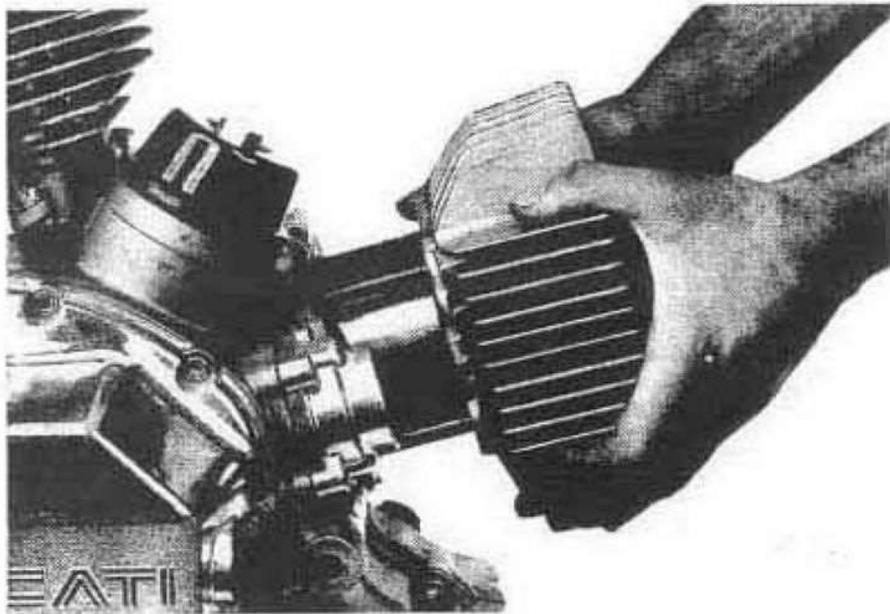

Fig. 6
**Nota** - Fare attenzione a non danneggiare il pistone quando si sfila il cilindro. È consigliabile prendere il mantello del pistone con una mano per evitare urti contro il carter (fig. 6).
**Note** - It is advisable to hold the piston skirt with a hand before the barrel is fully removed, in order to avoid any risk of damage (fig. 6).